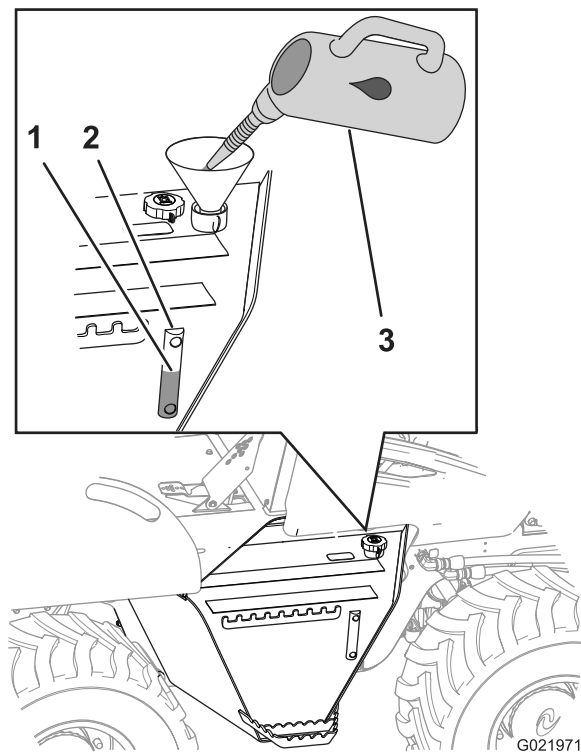

Figura 23
3. Compruebe el nivel de aceite hidráulico en la mirilla situada en el lateral del depósito hidráulico (Figura 23).
4. Si el nivel de aceite hidráulico está por debajo de la marca Añadir, retire el respiradero / tapón (Figura 23), añada el aceite hidráulico especificado hasta subir el nivel a la marca Lleno y coloque el respiradero / tapón.